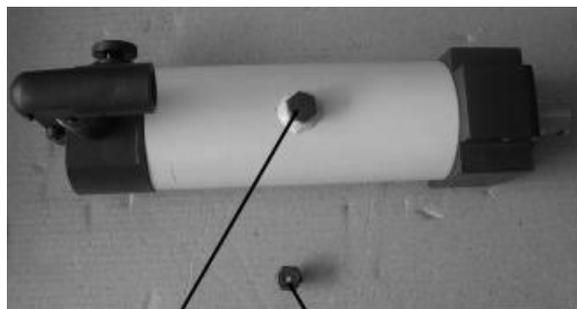

Рис. 4
Установите ручку (7) в гнездо гидроцилиндра. Снимите масляную транспортировочную пробку с верхней части гидравлического устройства (дет. No. 36 в списке деталей) и замените ее на вентилируемую масляную пробку. Если не заменить масляную транспортировочную пробку на вентилируемую, это приведет к ненадлежащей работе. ( рис. 4.)